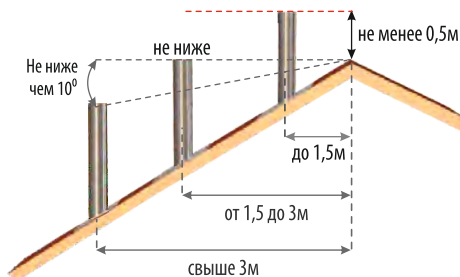

Рис. 2 Возвышение дымохода над кровлей
- Возвышение устья дымовых труб над кровлей следует принимать [Рис.2]: